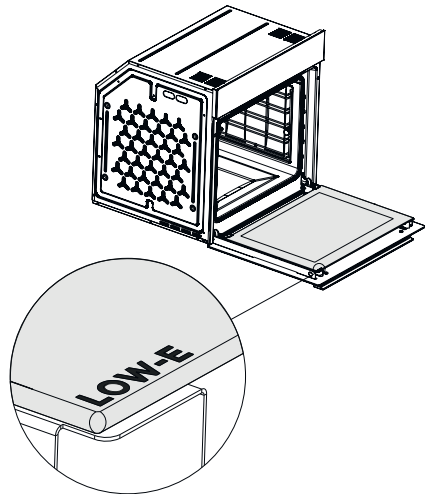

Fig. 20
*Al estar la puerta de su horno en posición horizontal, la inscripción LOW-E en el vidrio interior de la puerta de su horno será como se muestra en (Fig. 20)*